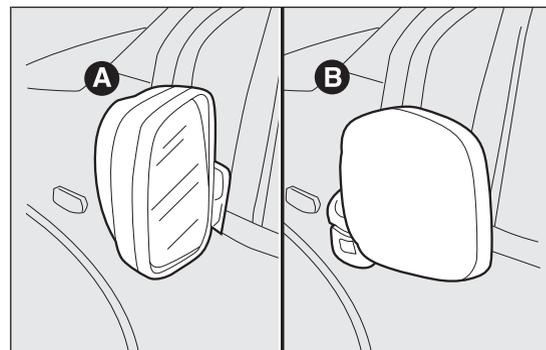

fig. 27
Cuando sea necesario (por ejemplo cuando el tamaño del espejo cree dificultades en un paso angosto) se pueden plegar los espejos desplazándolos desde la posición A fig. 27 a la posición B.
*Durante la marcha, los espejos siempre deben estar en posición A fig. 27.*